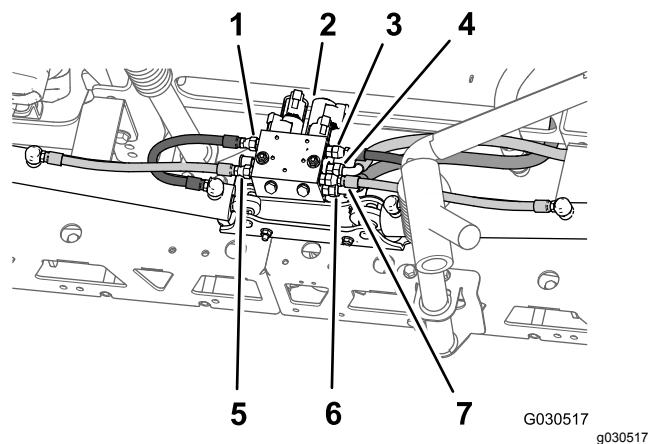

Рисунок 71
2. В задней части машины снимите гидравлические шланги, расположенные между коллектором подъема стрелы и гидравлическим цилиндром (Рисунок 71).